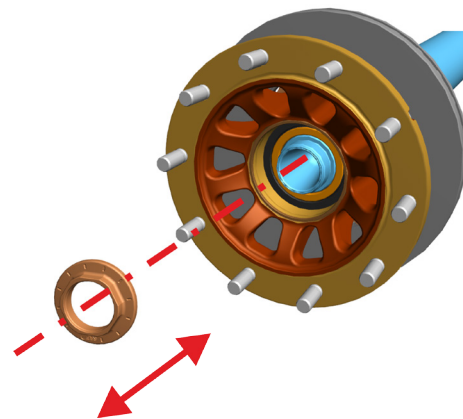

Abb. 10: Achsmutter anschrauben
1. Achsstummel einfetten und Radnabeneinheit -> Abb. 10 auf Achsstummel setzen.